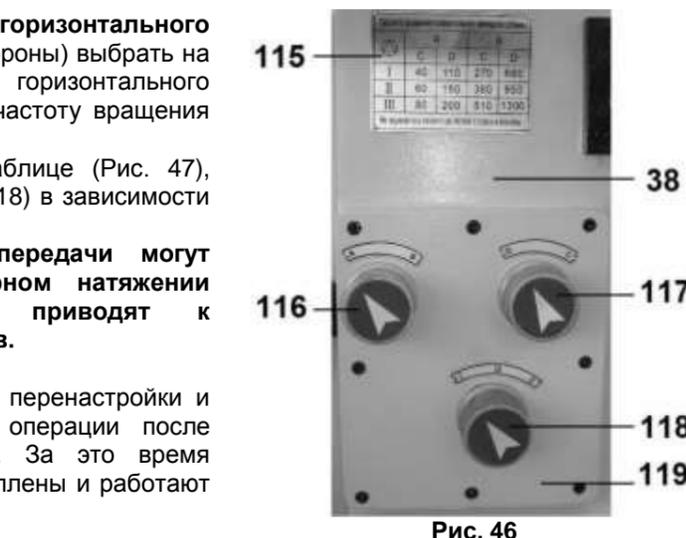

Рис. 46
10.9.23. Для регулировки частоты вращения горизонтального шпинделя необходимо на колонне (38) (с правой стороны) выбрать на щитке переключателей скоростей вращения горизонтального шпинделя (119) и по таблице (115) необходимую частоту вращения шпинделя (Рис. 46).
10.9.24. Как показано на Рис. 46 и согласно таблице (Рис. 47), установите положение переключателей (116, 117, 118) в зависимости от выбранной частоты вращения шпинделя.